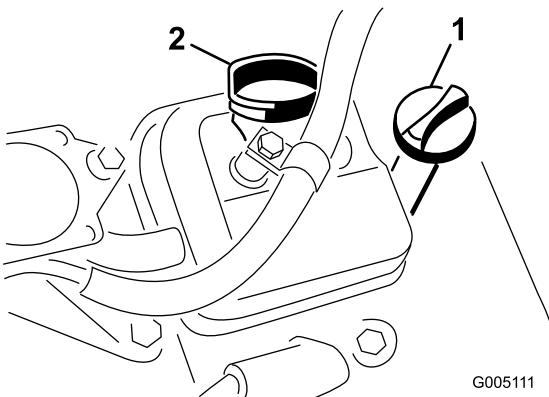

Figura 25
3. Avvitate l'asta di livello nel relativo tubo e assicuratevi che sia fissata saldamente (Figura 25).